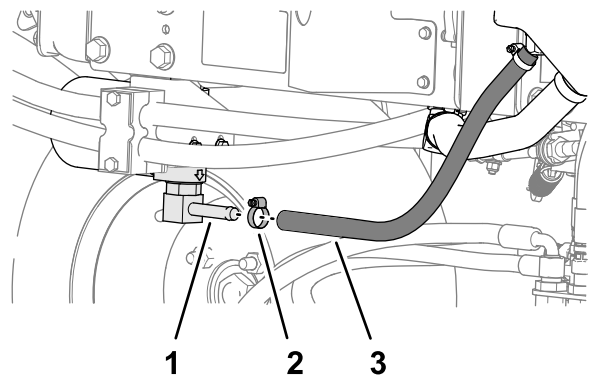
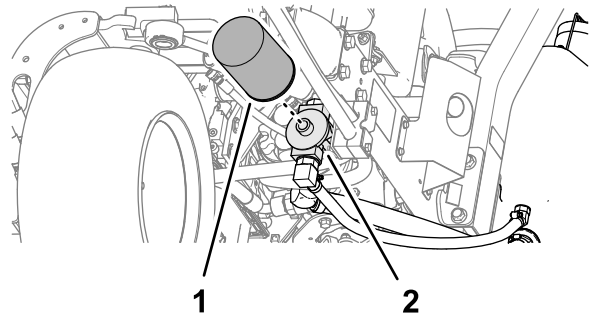

図 88
図 89
- 油圧ホースの接続部 **図 88** または油圧フィルタ **図 89** を外し、流れ出すオイルを容器に受ける。